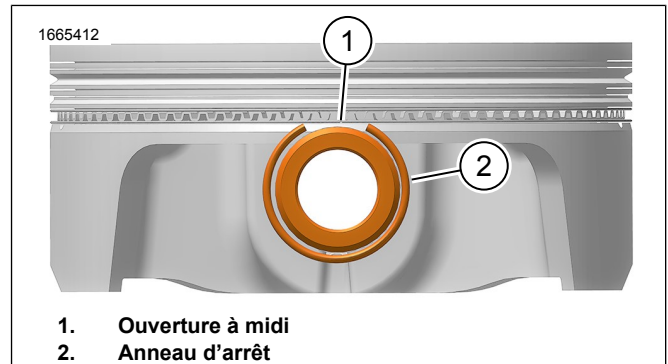

Figure 5. Position du circlip sur le piston
- Figure 5 S'assurer que le circlip (2) est bien placé dans la rainure.
- L'ouverture du circlip (1) doit être en position midi.